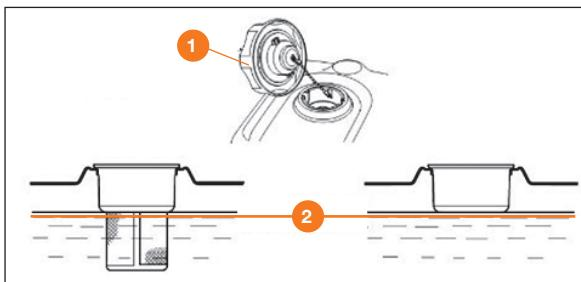

Рис. 20
- При низком уровне топлива долейте его до установленного уровня ②. После заправки топливного бака надёжно затяните пробку заправочной горловины ① (Рис. 20).